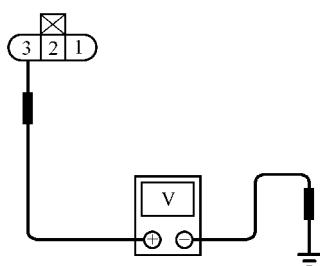

图 4-20 测试点火线圈电源
- 3) 如图 4-20 所示, 使用万用表测量点火线圈插头 3 号端子与搭铁之间的电压, 应为蓄电池电压, 否则应进一步检查控制电路故障。